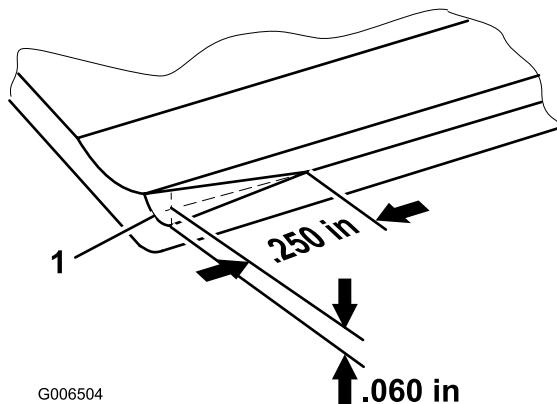

Figure 23
**Remarque:** Avec le temps, le chanfrein (Figure 23) doit être rectifié car il n'est conçu pour durer que 40% de la vie de la contre-lame.